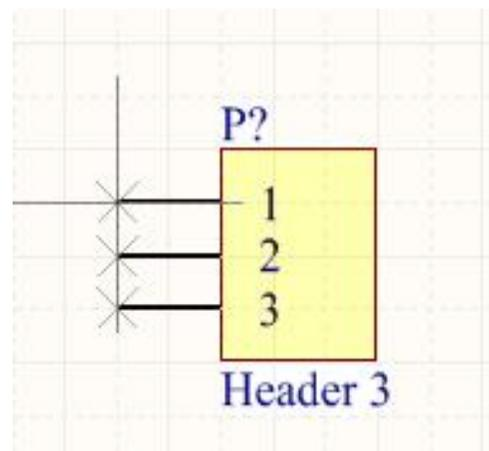

图3-14 元器件的悬浮状态
- 3) 选中元器件后，在“Components”面板中将显示元器件符号和元器件模型的预览。确定该元器件是所要放置的元器件后双击，鼠标指针将变成“十”字形并附着着元器件的符号出现在工作窗口中，如图3-14所示。
6) 双击图3-14所示的Header 3元器件, 将其放置到图纸上。由于从库中调出的Header 3元器件引脚位置与图纸不符, 按空格键翻转, 若需要对元器件进行镜像, 在元器件浮动状态下, 按X、Y键, 随后根据原理图, 将元器件放在图纸上。